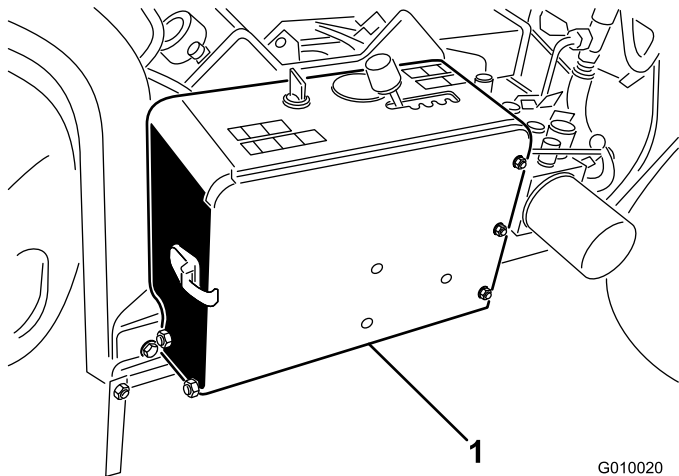

Figura 5
2. Retire la batería de su compartimiento (Figura 5).